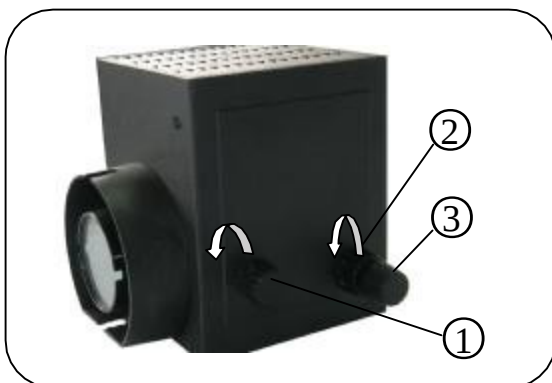

Fig. 19.
12. Ajuste de la fuente de luz (Fig. 19.